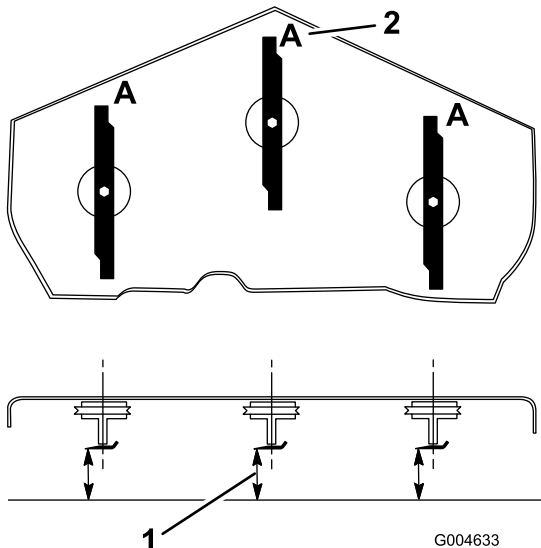

Figure 73
3. Tournez les lames dans le sens longitudinal (Figure 73). Mesurez la distance entre la surface plane et le tranchant (position **A**) des lames (Figure 73). Notez cette valeur.